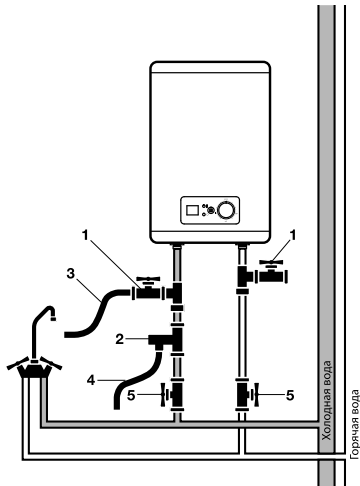
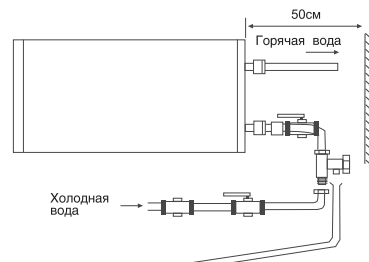

Рис. 4
Рис. 5
При подключении к системе водоснабжения необходимо предусмотреть и реализовать установку индивидуальных запорных вентилей (позиция № 5 на рис. 4) на линии подачи холодной воды в водонагреватель
и на линии выхода горячей. Индивидуальные запорные вентили по линии горячей и холодной воды, должны быть в закрытом состоянии в период неиспользования водонагревателя, проведении профилактических и технологических работ на линии водоснабжения. Установка и правильное использование запорных вентилей является обязательным условием при предоставлении гарантийного обслуживания, а так же залогом длительной и безаварийной работы водонагревателя. Для упрощения процесса слива воды из водонагревателя рекомендуется на входе и выходе воды из водонагревателя установить тройники (позиция 1 на рис. 4). Если ванная комната слишком мала для установки водонагревателя, он может быть установлен в любом другом помещении, защищенном от попадания прямых солнечных лучей и дождя. Однако для сокращения тепловых потерь в трубопроводе водонагреватель следует устанавливать как можно ближе к месту использования воды.
Для подключения водонагревателя к водопроводу применяются трубы диаметром G1/2. Подключение обратного предохранительного клапана (позиция 2 на рис. 4): клапан следует устанавливать в месте входа холодной воды (удостоверьтесь, что гибкая сливная трубка (позиция 4 на рис. 4) установлена, на отверстие спуска давления и слива воды и направлена вниз в специальный дренаж для удаления воды). Во избежание протечек при подключении трубопровода на концы резьбовых соединений следует установить комплектные резиновые уплотнительные прокладки. Установка водонагревателей серии Major LZR 3 существенно облегчается возможностью установить их как вертикально, так и горизонтально в любом месте вашего дома, в отапливаемом (!) помещении. Желательно установить водонагреватель как можно ближе к месту использования горячей воды, поскольку чем меньше длина труб, тем меньше потери тепла. Как показано на рис. 5, при горизонтальной установке водонагревателя трубы подводки должны быть расположены справа.
- Присоедините дренажный шланг (позиция 3 на рис. 4) к запорному крану на тройнике на входе холодной воды в водонагреватель и направьте его в канализацию, либо в место слива воды. Откройте запорный кран и дождитесь полного слива воды.